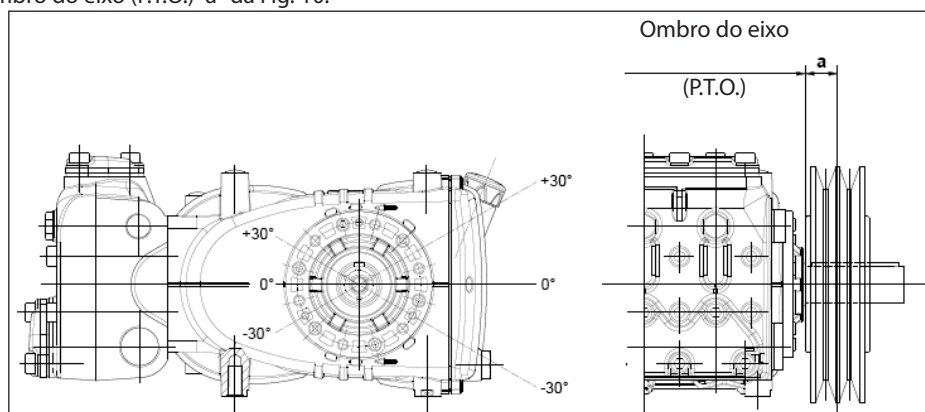

Fig. 10
A carga radial sobre o eixo não deve ser superior a 3000 N (valor necessário para a definição do layout). A transmissão é considerada adequada, se tal carga é aplicada a uma distância máxima de **a=30 mm** do ombro do eixo (P.T.O) conforme indicado na Fig. 10.
- b) Use correias de alto rendimento - por exemplo **XPB** ao invés de **SPB** - pois será necessário uma quantidade inferior de correias com a mesma potência transmitida e uma consequente distância inferior do resultante em relação ao ombro do eixo (P.T.O.) "a" da Fig. 10.